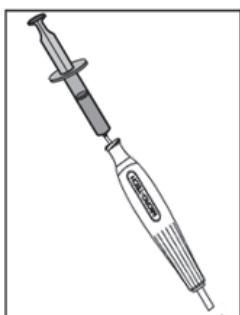
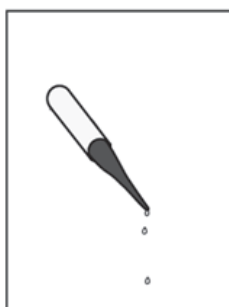

Fig. 3a
Fig. 3b
- É aconselhável lavar a entrada luer (porta do fio guia) do sistema de Implantação do stent com uma seringa de solução salina de 10 cc para expulsar o ar. (Consulte a Fig. 3a) Continue a lavar até que a solução salina flua para fora da ponta do cateter distal. (Consulte a Fig. 3b)